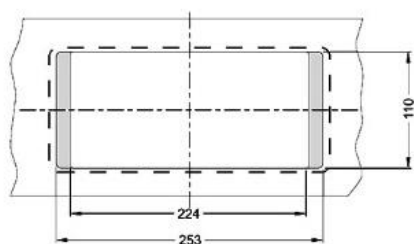

Рис. 6
- В рабочей поверхности сделайте прямоугольное отверстие размером 224x110 мм. и углубление под крепежные «уши», для плотного прилегания блока розеток к рабочей поверхности. «Уши» должны быть углублены на 4-6 мм. Размеры отверстия для установки блока розеток указаны на рис. 6.